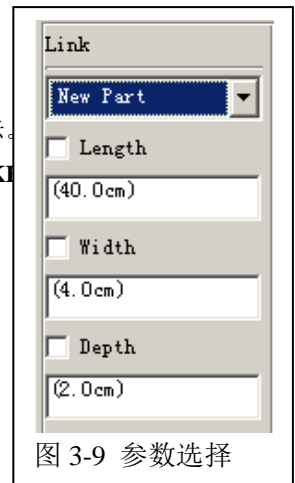

图 3-9 参数选择
3.6 在 ADAMS/View 零件库中选择杆件(Link)图标, 参数选择为如图 3-9 所示。工作窗口中先用鼠标左键选择点 PART\_2.MARKER\_1, 然后选择点 PART\_3.MARKER\_1 (PART\_4) 创建出来。如图 3-10 所示。